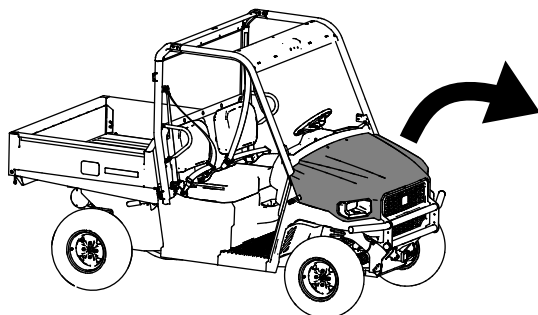

Figure 91
2. Fixez le capot en place en alignant les loquets en caoutchouc sur les ancrages de verrouillage de chaque côté du capot (Figure 91).